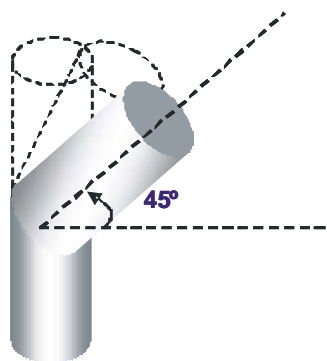

Fig. 2 – Inclinação correcta para as curvas
- \* Nas condições nominais de operação, a tiragem dos gases de combustão deve originar uma depressão de 12 Pa um metro acima do gargalo da chaminé. Para conseguir uma boa instalação deverão ser aplicados, verticalmente, pelo menos 2 metros de tubo metálico de chaminé com o mesmo diâmetro da saída de fumos da salamandra. No seguimento desse troço é admissível a utilização de elementos de tubagem com a inclinação máxima de 45°; As Fig. 2 e 3 mostram a inclinação correcta e incorrecta no caso de necessitar instalar uma curva, respectivamente.